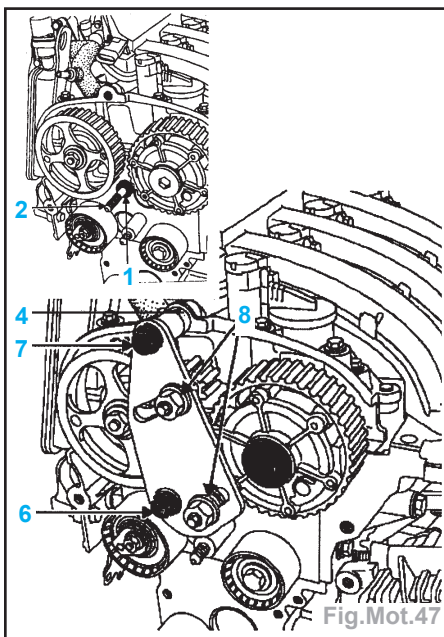

Fig.Mot.47
- Mettre en place (Fig.Mot.47) :